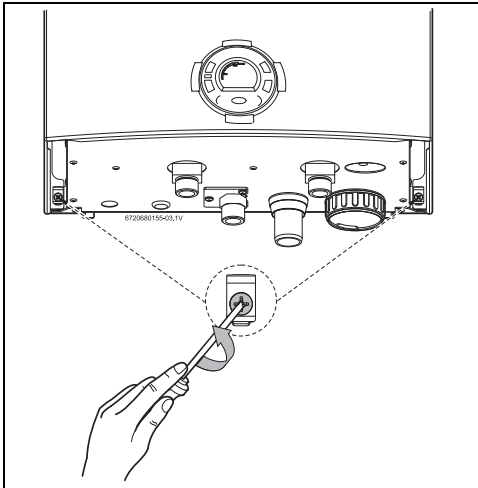

Fig. 19 Retirar los dos tornillos
- ▶ Aflojar los dos tornillos ubicados en la parte posterior del aparato (Fig. 19).
- ▶ Retirar la parte delantera del aparato, consultar (Fig. 19 y20).